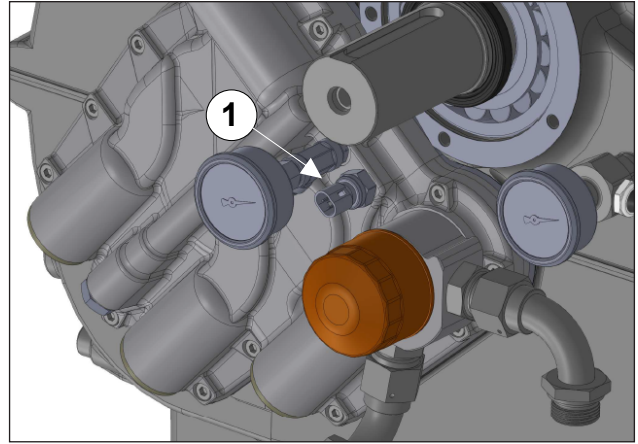

Abb. 135
Montieren Sie den radialen Dichtring in den Ölabbstreifendeckel (Pos. ①, Abb. 135) und verwenden Sie hierzu einen Puffer oder ein anderes Werkzeug (spezifisches Werkzeug Art-Nr. 27643500).